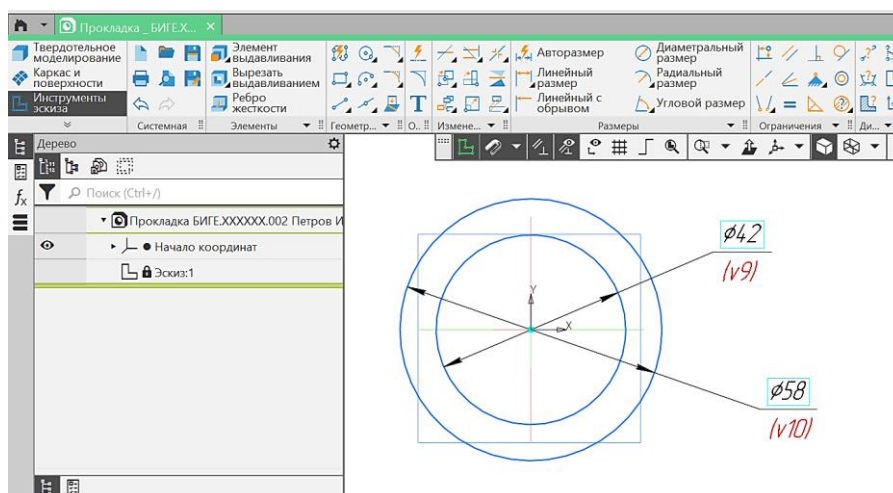

Рис. 17 Эскиз для модели детали «Прокладка»
- **Плоскость XY – Создать эскиз** (рис. 17)
- **Инструменты эскиза – Геометрия – Окружность** (см. рис. 17)
Для определенности эскиза необходимо наложить размерные (диаметры 58 и 42 мм) и геометрические («Объединить точки» – центры окружностей и начало координат (0, 0, 0)) ограничения на окружности (см. рис. 17).